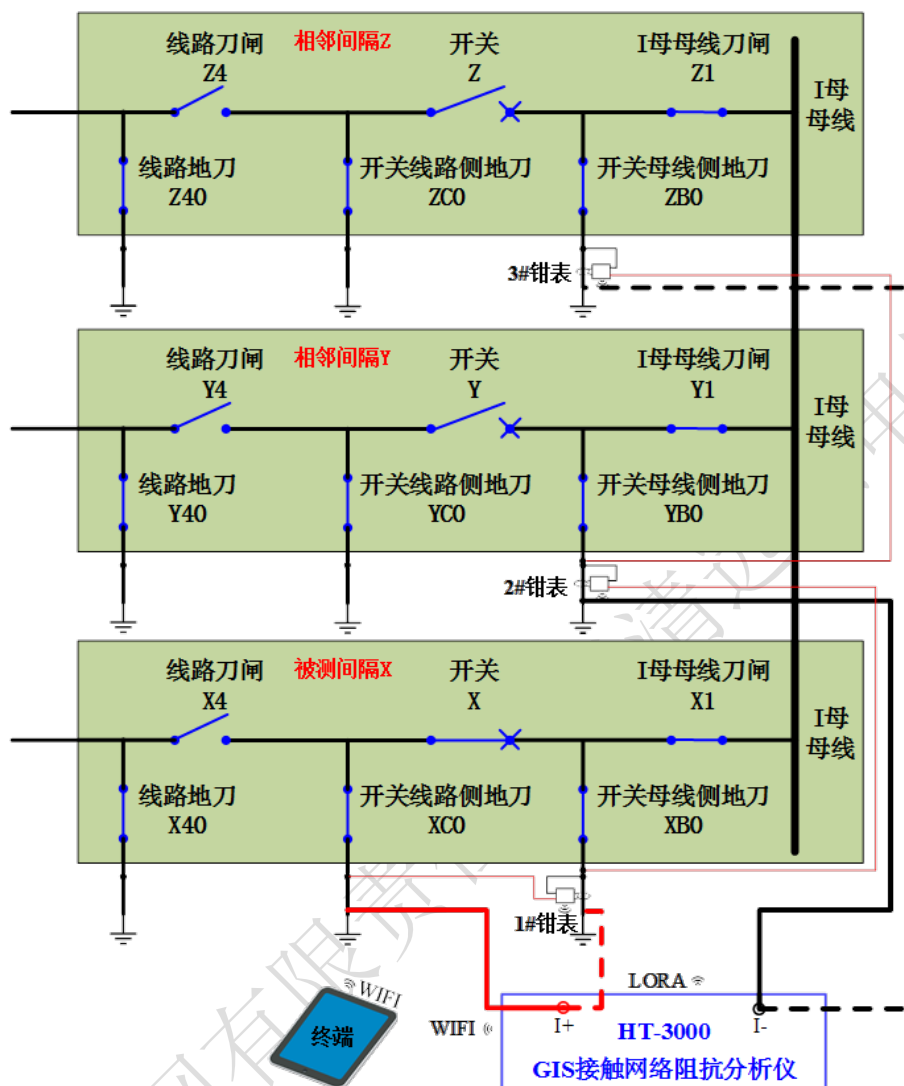

图 24 跨间隔（三个间隔）测量接线图
- 2) 做好第一次施加激励前的接线准备（注意当测试电流超过 400A 时，需将两条功率线并联使用），接线请参考图 24：
- 通过“红色功率线”连接仪器的“**I+接线端子**”和被测间隔 X 的“**地刀 C0 接地点**”，如图 24 中加粗的红色实线所示；
- 通过“黑色功率线”连接仪器的“**I-接线端子**”和相邻间隔 Y 的“**地刀 B0 接地点**”，如图 24 中加粗的黑色实线所示；
- 通过“红色功率线”连接仪器的“**I+接线端子**”和“**间隔出线点**”，如图 24 中加粗的红色虚线所示；
- 通过“黑色功率线”连接仪器的“**I-接线端子**”和“**地刀 C0 接地点**”，如图 24 中加粗的黑色虚线所示；